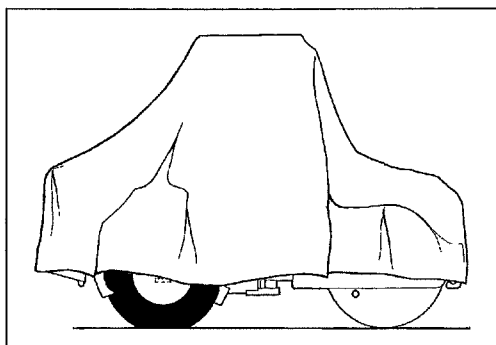

Fig. 47 Tromle, som er beskyttet mod vejr og vind
- * Slå instrumentbeskyttelsen på styresøjlen for. Dæk hele tromlen til med en presenning. OBS! Presenningen skal slutte et lille stykke over jorden (se fig. 47). Opbevar om muligt tromlen indendørs og helst i et lokale med ensartet temperatur.